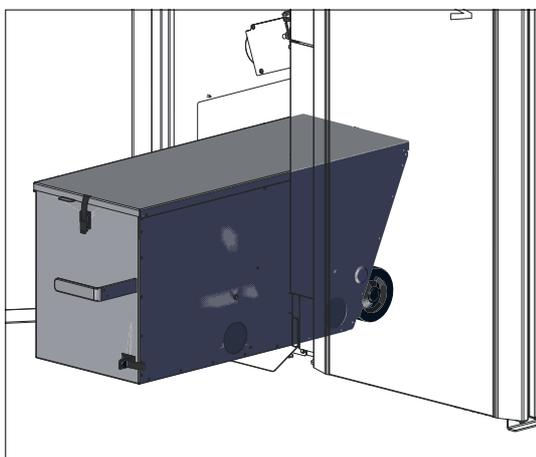

Fig. 123 Inserire il contenitore cenere
- Infilare il contenitore cenere – Fig. 123.